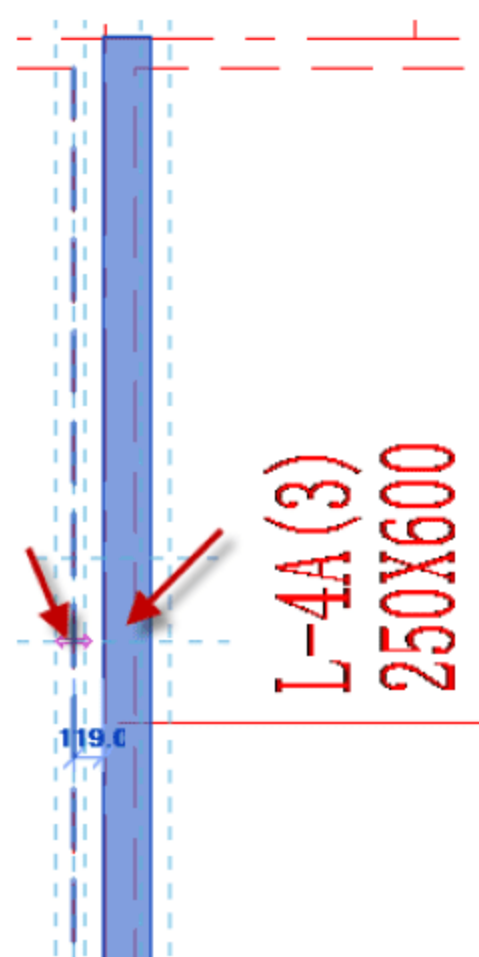

图 4.2.94 调整矩形梁的位置
(19) 调整矩形梁 L-4A 的位置, 选中矩形梁 L-4A, 按快捷键 M+V, 移动矩形梁的位置, 使其与梁线对齐, 如图 4.2.94 所示。